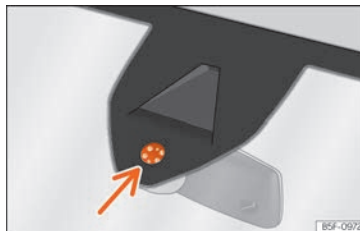

Abb. 157 Sensitive Fläche des Regensensors.
Mögliche Ursachen für Störungen und Fehlinterpretationen *im Bereich der sensitiven Fläche* **>>>** **Abb. 157** des Regensensors sind u. a.:
- Sensitive Fläche des Regensensors regelmäßig reinigen und Wischerblätter auf Beschädigungen prüfen »» Abb. 157 (Pfeil).